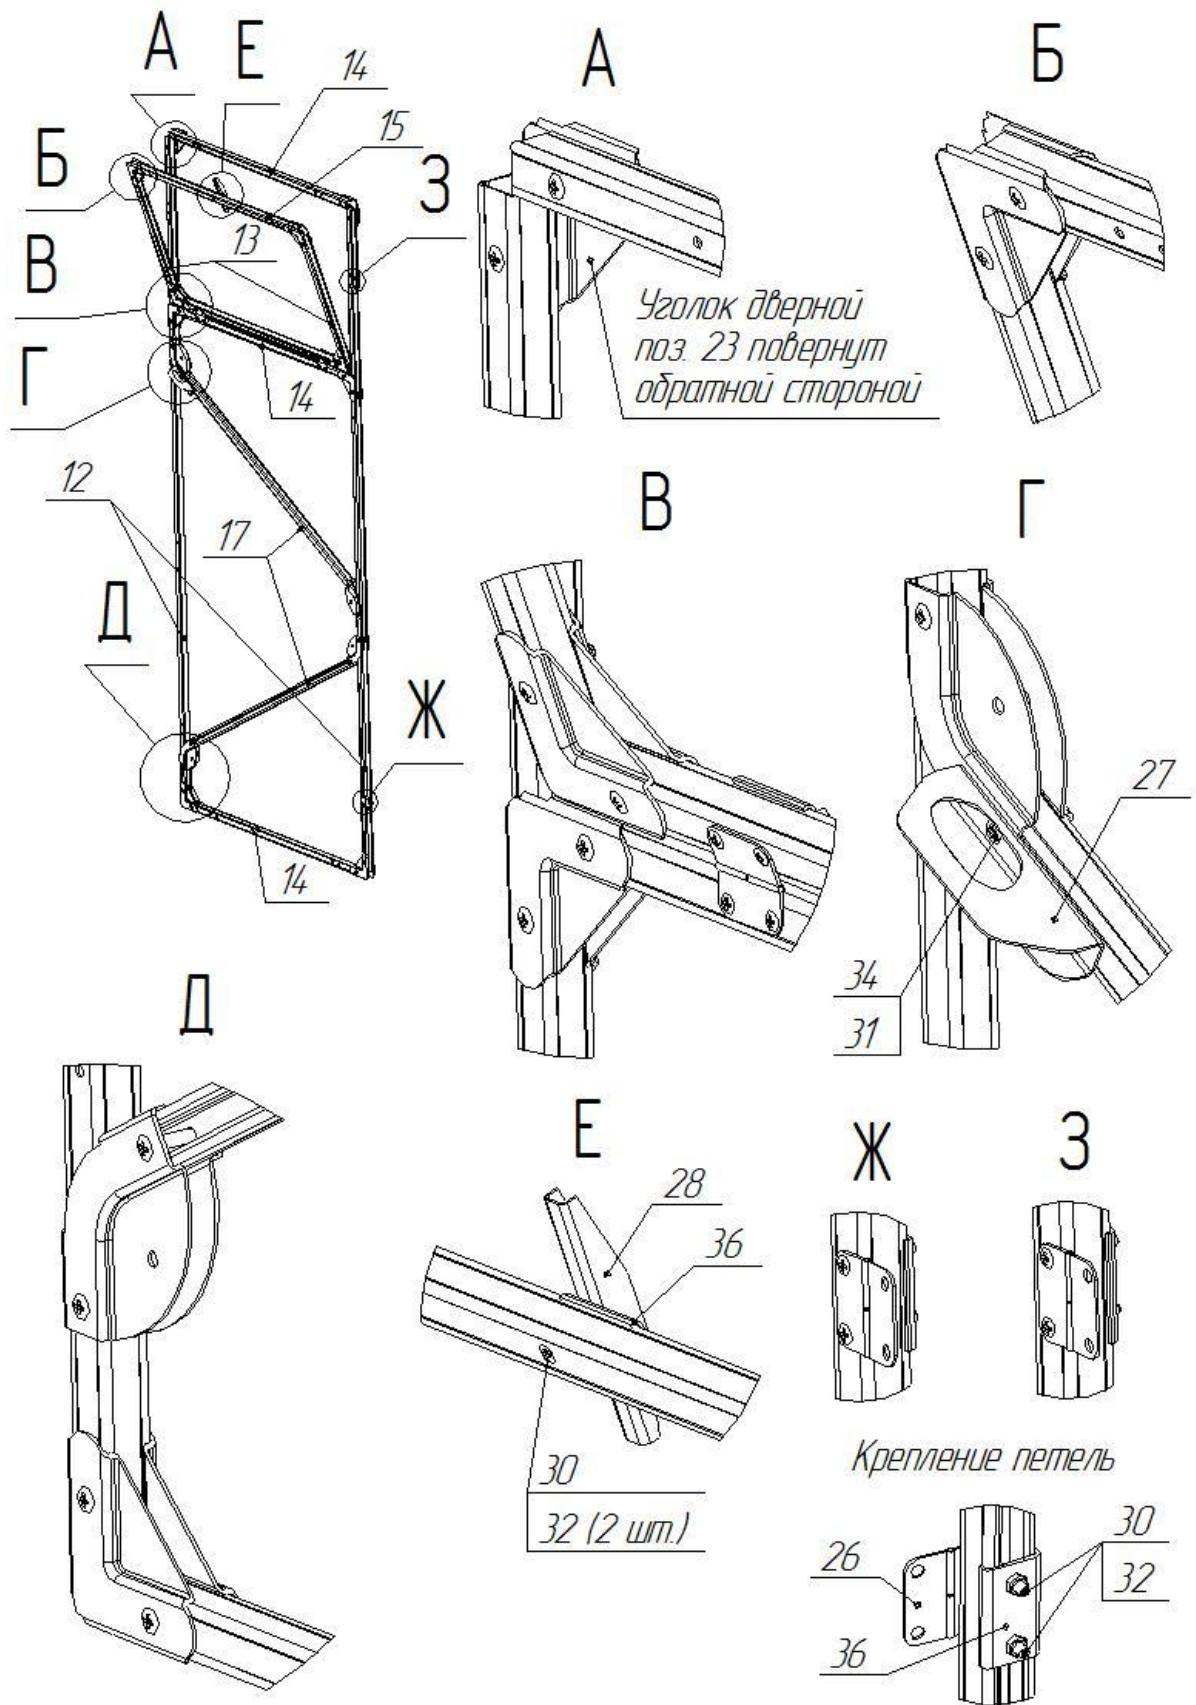

Рис. 6
6.5 Соберите каркасы дверей с форточками (рис.6). ***Не забывайте, что расположение стоек двери, имеющих отверстия под установку петель должно соответствовать расположению стойки дверного проема также имеющей отверстия под навеску.***
6.7 Установка вертушек на двери производится после крепления поликарбоната в любом удобном месте, вертушки на форточки крепятся к детали 15 рис. 6(Е). (вертушки устанавливаются при помощи винта M4x30 и двух гаек).